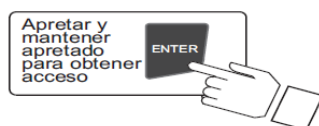

Figura 2.19: Acceso al menú de calibración.
1. Pulsar la tecla ENTER por 2 segundos para ingresar al menú de calibración como se muestra en la figura 2.19.